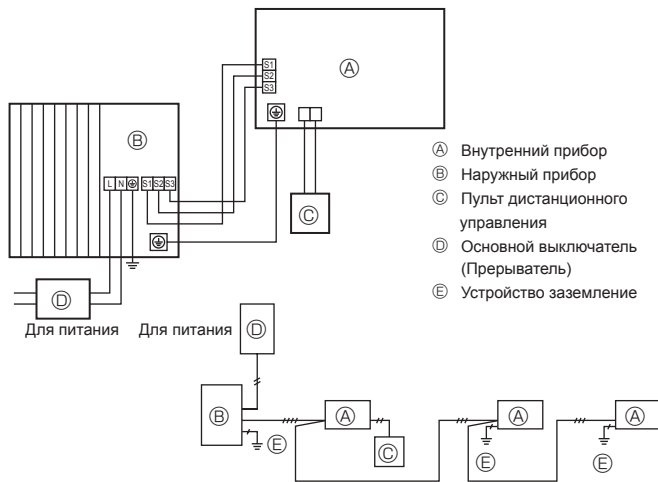
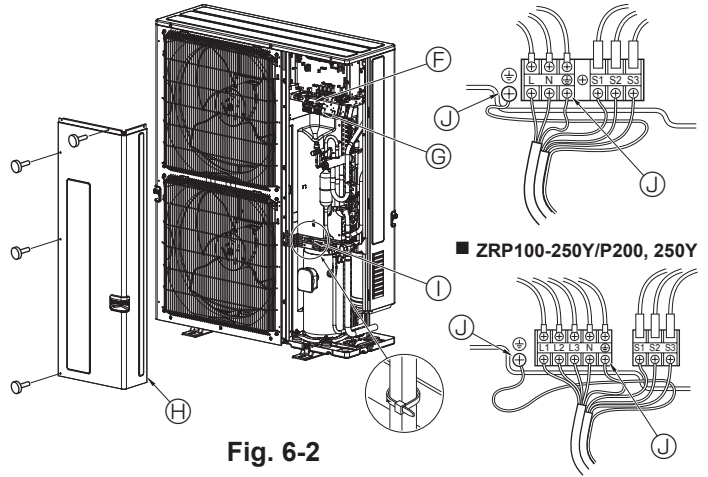

Fig. 6-1
Fig. 6-2
6.1. Наружный прибор (Fig. 6-1, Fig. 6-2)
- ① Снимите защитную панель.
- ② Подсоедините кабели, как указано на Fig. 6-1 и Fig. 6-2.